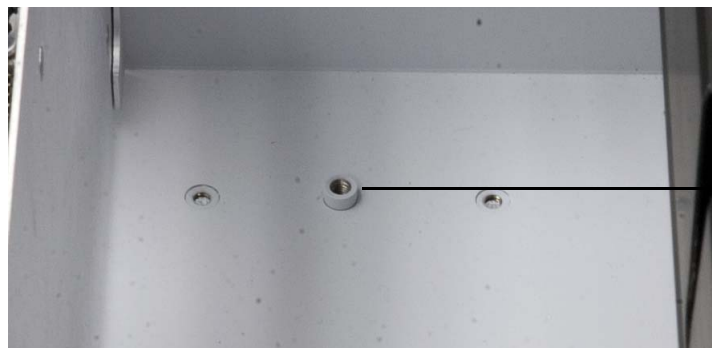
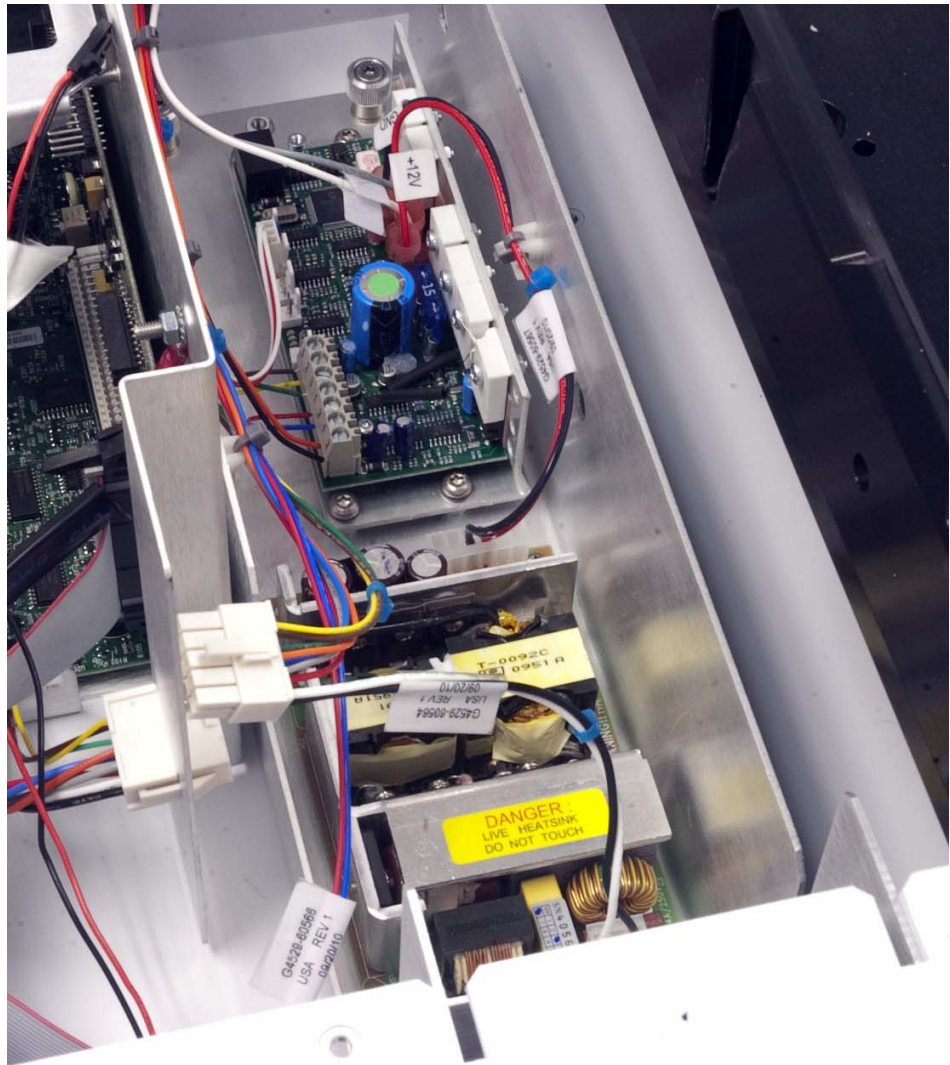

Figure 29 Une goupille d'alignement sur le châssis
Figure 30 Carte de commande d'alimentation Peltier installée dans le châssis
- 6 Abaissez délicatement la carte de commande d'alimentation Peltier dans le châssis en vous aidant des goupilles d'alignement (Figure 29 et Figure 30).